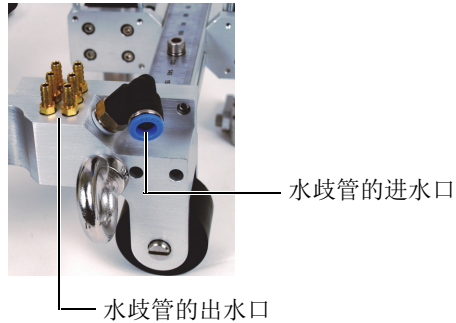

图 3-2 水歧管的细图
5. 将连接了水源的水管接入到扫查器歧管的进水口（参见第64页的图 3-2）。
6. 将连接在歧管出水口的注水管连接到楔块的注水口（参见第64页的图 3-2）。